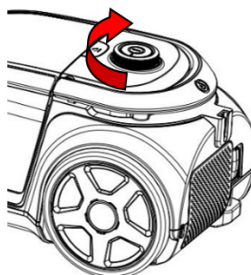

Fig. 6
6. **Fig.6:** Reglarea puterii de aspirare: